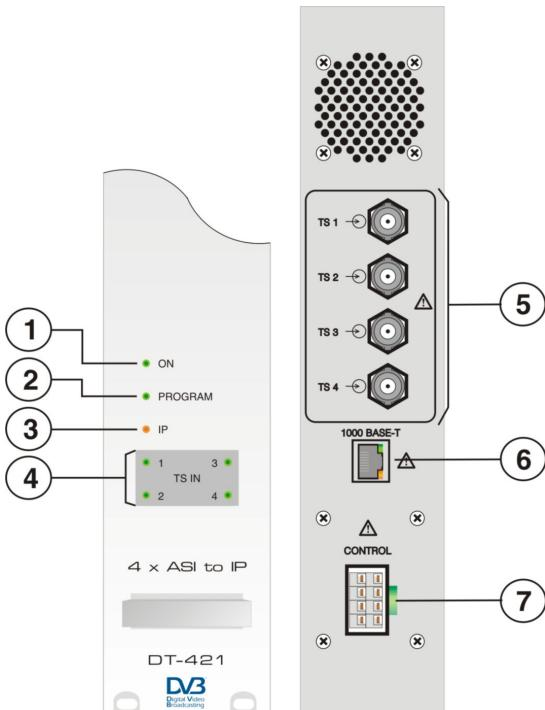

Fig. 1.- DT-421D
2.- Conecte la salida del módulo de control DT-800 a la entrada de alimentación del módulo DT-421D. (Fig. 1. -7-)
3.- Conecte las señales de entrada ASI-TS (señal a procesar) a los conectores de entrada (Fig. 1. -5-).
4.- La señal IP-TS resultante se envía al conector de salida. (Fig. 1. -6-).
2.- Connect the output of the control module DT-800 to the power input of the module DT-421D. (Fig. 1. -7-)
3.- Connect the ASI-TS input signals (signal to process) to the input connectors. (Fig. 1. -5-).
4.- The resultant IP-TS signal is sent to the output connector. (Fig. 1. -6-)
2.- Connectez la sortie le module de contrôle DT-800 à l'alimentation du module DT-421D. (Fig. 1. -7-).
3.- Connectez des signaux d'entrée TS-ASI (signal à traiter) aux connecteurs d'entrée. (Fig. 1. -5-)
4.- Le signal IP-TS résultant est envoyé au connecteur de sortie (Fig. 1. -6-).